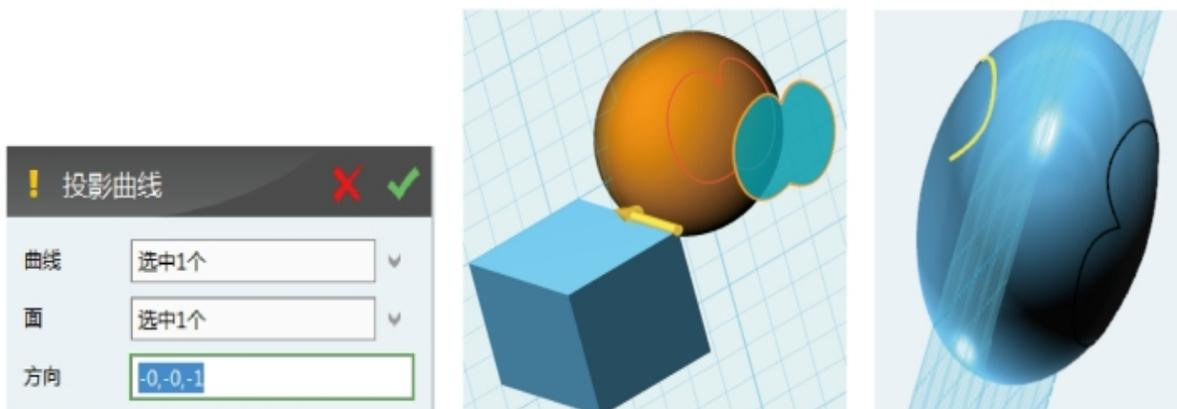

图7-5-9 投影曲线
④单击“空间曲线描绘”→“投影曲线”，曲线选择草图曲线，面选择椭球体表面，方向选择如图7-5-9所示六面体黄色箭头方向，删除椭球体背面的线条。